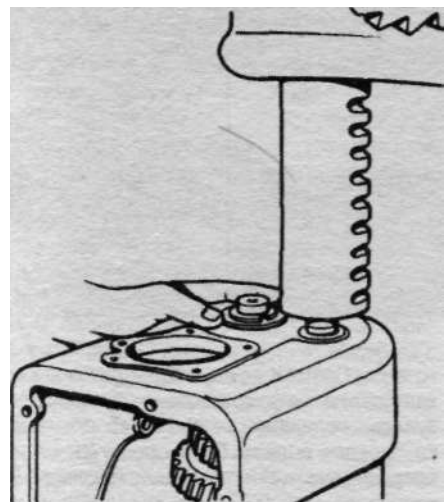

Рис. 3.26. Запрессовка оси блока шестерен заднего хода
- установить в картер подсобранный блок шестерен заднего хода и две упорные шайбы 10 (по одной с каждого торца втулки), вставить и запрессовать ось блока шестерен заднего хода (рис. 3.26);